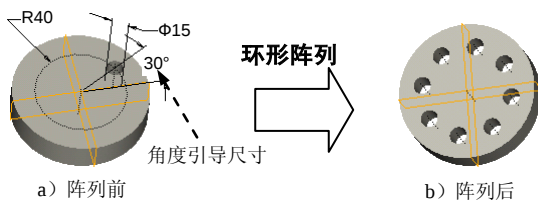

图 5.23.13 创建环形阵列
先介绍用“引导尺寸”的方法进行环形阵列。下面要创建图 5.23.13 所示的孔特征的环
Step4. 选取引导尺寸、给出增量。选取图 5.23.13 中的角度引导尺寸 30°，在“方向 1”的“增量”文本栏中输入角度增量值 45.0。